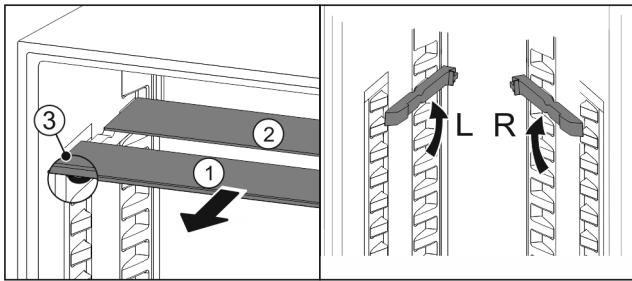

Fig. 53
- Издърпайте Fig. 53 (1) поотделно стъклените площи напред.
- Стъклената плоча Fig. 53 (1) с декоративната лайстна е отпред.
- Ограничителите Fig. 53 (3) сочат надолу.